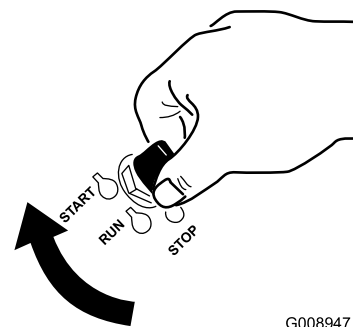

Figure 16
1. Tournez la clé de contact à la position de démarrage (Figure 16).